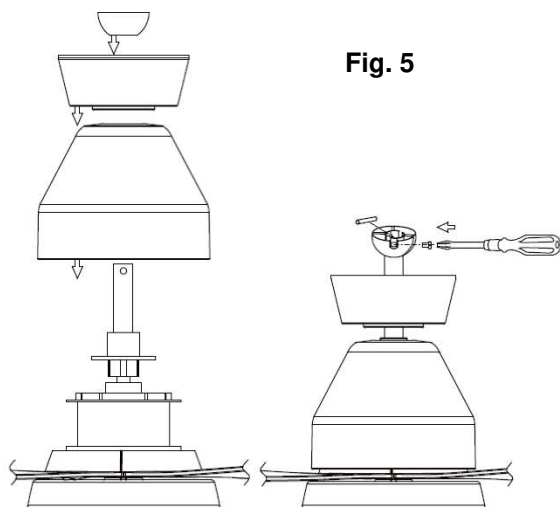

Fig. 5
- Saque el embellecedor (3) y la carcasa del motor (5) de la tija (4).
- Fije el aspa (7) en el soporte de aspa (8) apretando los 3 tornillos de las aspas (6).
- Vuelva a instalar la carcasa del motor y el embellecedor en la tija. Fig. 5
- Vuelva a fijar el tornillo y el florón en la tija. Fig. 5